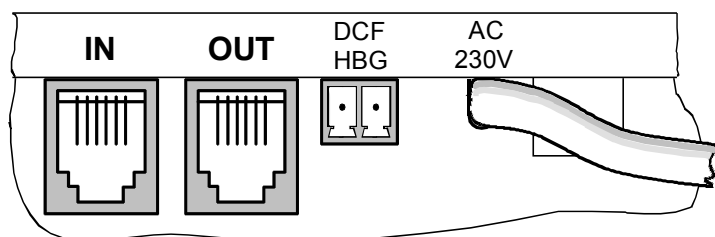

Fig. 6
- Der Funkempfänger (DCF / HBG / MSF 450 (4500) muss an der mit DCF / HBG bezeichneten Anschlussklemme angeschlossen werden (siehe Fig. 6).